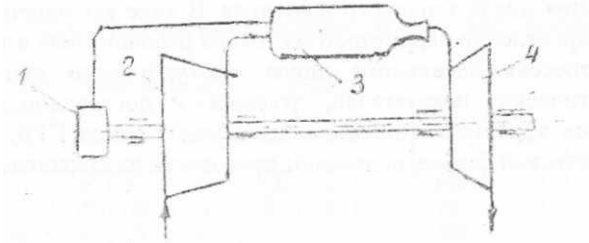

Рис. 1. Принципиальная схема ГТД с подводом тепла при  $p = const$ :
- расчетная схема ГТД (рис. 1 и 2);
- расчетная схема ГТД (рис. 1, 3);